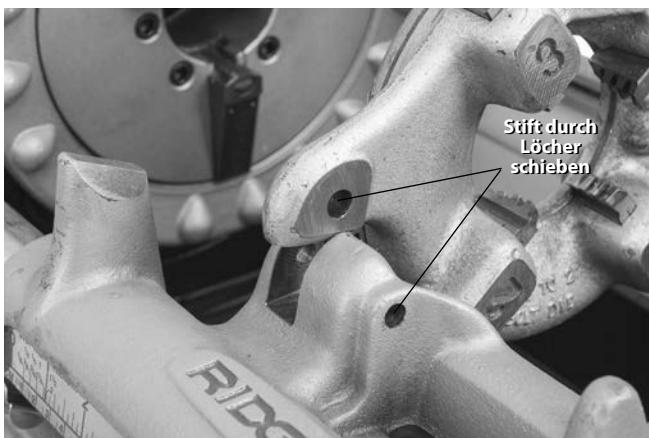

Abbildung 26 – Linksschneidkopf sichern
- Setzen Sie zur Sicherung einen $\frac{5}{16}$ "-Stift über eine Länge von 2" durch die Löcher in der Schlittenauflage und dem Linksgewindeschneidkopf ein (siehe Abbildung 26).